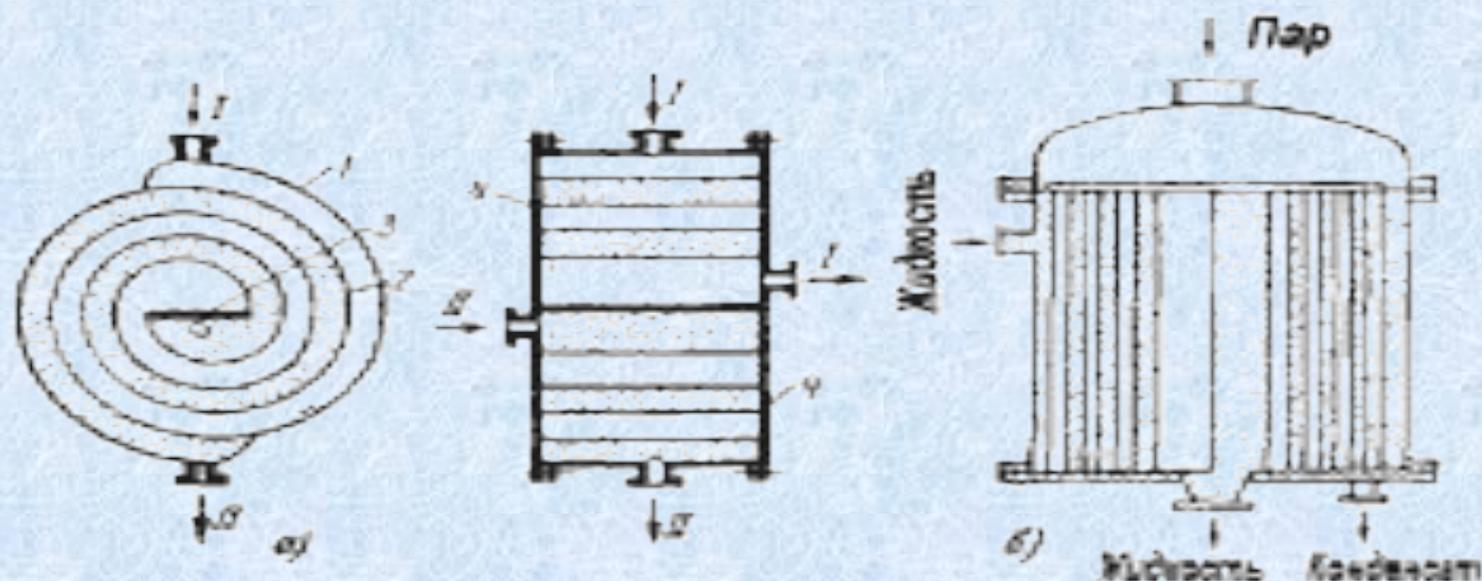

**Рис. 1.3. Секционный теплообменник.**
- **2. Секционные теплообменники** представляют собой разновидность трубчатых аппаратов, состоят из нескольких последовательно соединенных секций, каждая из которых представляет собой кожухотрубчатый теплообменник с малым числом труб и кожухом небольшого диаметра (рис. 1.3).